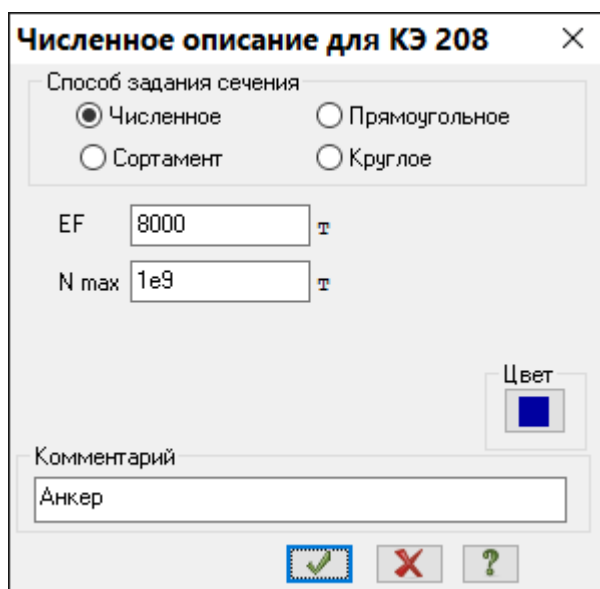

Рис.10.12. Диалоговое окно Численное описание для КЭ 208
- В диалоговом окне **Численное описание для КЭ 208** (рис.10.12), при включенной радио-кнопке способа задания сечения **Численное**, задайте параметры сечения анкеров: